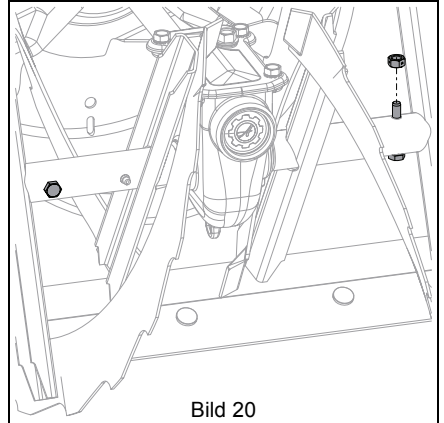

Bild 20
3. Vrid runt skruven på axeln med handen. Se Bild 20.
Se Bild 20.